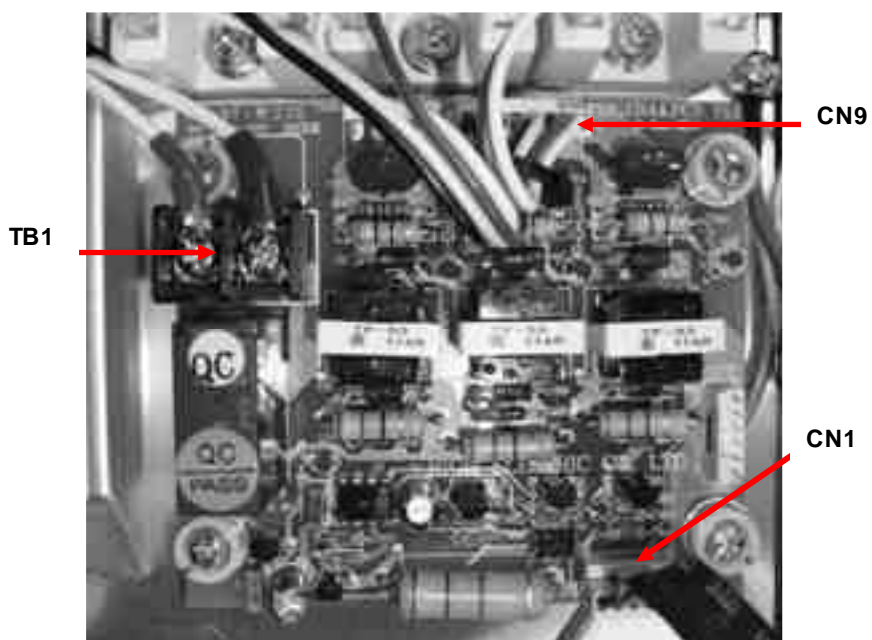

Рис. 6.19. Расположение разъемов платы управления тиристорами.
6.17.1. Отсоединить разъем «CN1» и снять шлейф платы управления тиристорами (рис.6.19).
6.17.2. Отсоединить разъем «CN9» и снять шлейф управления диодно-тиристорными модулями (рис.6.19).
6.17.3. Отвернуть два винта клеммной колодки «ТВ1» и отсоединить провода цепи предзаряда (рис.6.19).